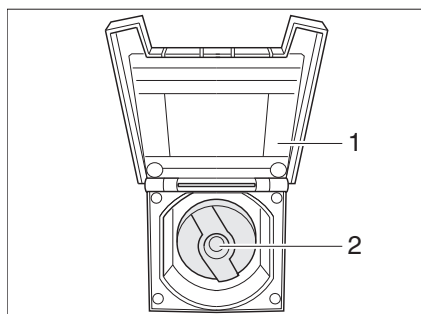

Fig. 145 Couvercle de fermeture pour bec de remplissage d'eau potable
- Ouvrir le couvercle (Fig. 145,1) vers le bec de remplissage d'eau potable.
- Insérer la clé dans le barillet (Fig. 145,2) et la tourner d'un quart de tour dans le sens inverse des aiguilles d'une montre.
- Ouvrir le bec de remplissage d'eau potable (Fig. 145).